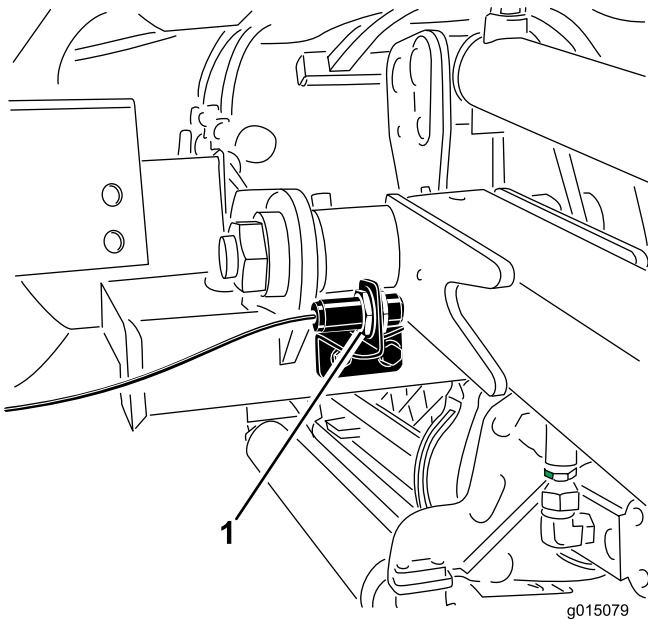

Figura 40
2. El interruptor del brazo de elevación está situado detrás del brazo de elevación delantero derecho (Figura 40).
- Afloje los tornillos de montaje del interruptor (Figura 40) y desplace el interruptor hacia arriba para aumentar la altura de giro del brazo de elevación, o hacia abajo para reducir la altura de giro del brazo de elevación. Apriete los tornillos de montaje.